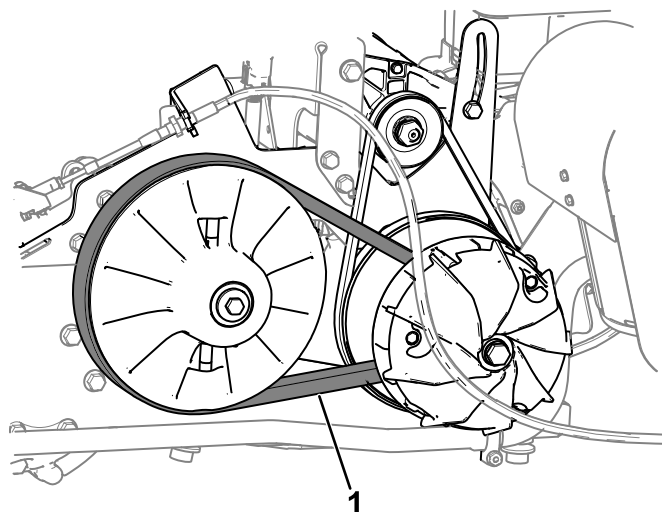

Figure 55
5. Faites tourner la courroie (Figure 55) et vérifiez qu'elle n'est pas excessivement usée ou endommagée.